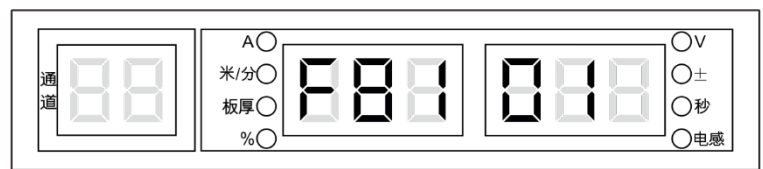

图 3-33 F81 菜单
3. 选择卡号存储编号：调节**左编码器**选择内部菜单 F81，**右编码器**选择卡片编号，没有存储卡号的卡片编号显示 NXX，其中 XX 表示 01-50。已存储卡号的数组显示 YXX，其中 XX 表示 01-50。如图 3-33 所示。